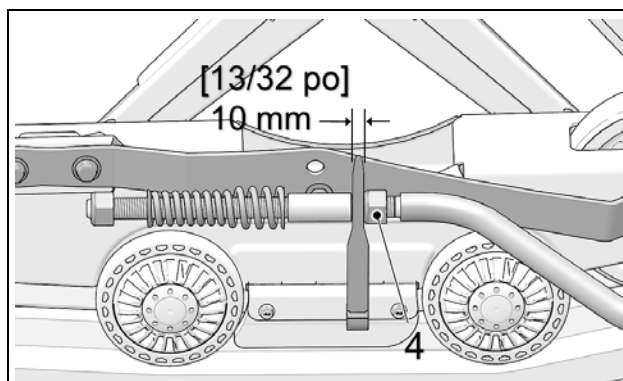

Figure 11
- Régler l'écrou (4) afin de produire une distance de 10 mm entre le guide du bras stabilisateur et l'écrou, comme le montre la Figure 11.